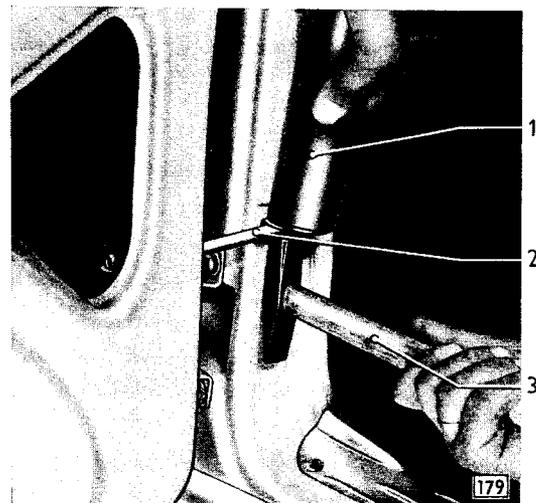

Bild 126 - Niet für Türhalter vernieten
4. Niet unter Gegenhalten eines Wellenstumpfes von unten vernieten, dabei darauf achten, daß der Türhalter im Böckchen nicht festgenietet wird (Bild 126).